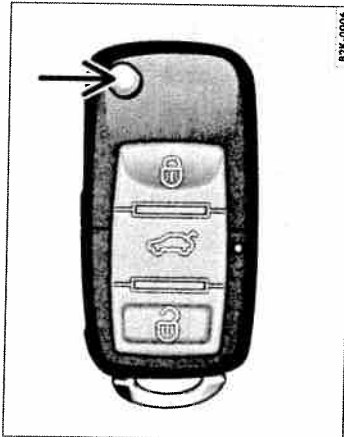

Fig. 23 Tastele din telecomandă.
- Apăsăți tasta ⇒ fig. 23 de pe telecomandă pentru a descuia toate ușile și hayonul.
De la tasta telecomenzii ⇒ fig. 23 (săgeata) se deblochează inelul cheii.
- Apăsăți tasta ⇒ pagina 41, fig. 23" din telecomandă.
Dacă acționați descori tasta ⇒ pagina 41, fig. 23" în afara zonei de acțiune a telecomenzii,
Funcția de deschidere separată a ușilor este activată din fabricație. La apăsarea tastei ⇒ pagina 41, fig. 23" din telecomandă o singură dată, se descuie numai ușa conducătorului. La a doua apăsare a tastei de pe telecomandă se descuie și celelalte uși, precum și hayonul. În meniul **Komort** (confort) ⇒ pagina 24 se poate dezactiva deschiderea separată a ușilor.
- Rabatați inelul cheii apăsând pe butonul ⇒ pagina 41, fig. 23" (săgeata).